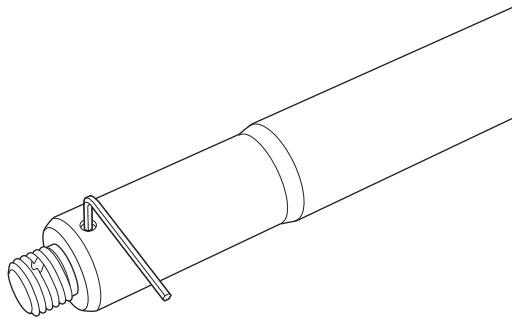

図30: 六角レンチを使用してM20スラグセットのネジを緩める
2. 2.5 mm 六角レンチを使用して止めネジを緩めます。ネジがポールから外れて紛失するほど緩めないでください (図 30)。